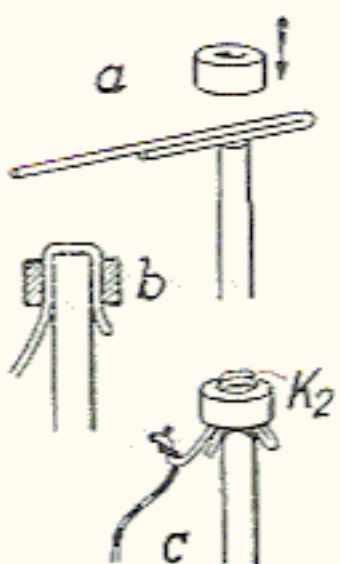

Abb. 14
Abb. 14. Ein 22 Millimeter langes Patentstäbchen wird oben etwas verdünnt. Dann wird ein 40 Millimeter langes Stück Silberdraht laut Abb. a einmal abgebogen, der nun doppelt laufende Teil des Drahtes wird auf das Stäbchen gelegt, hernach kommt das Röllchen darauf (b und c). An das einfache, längere Silberdrahtende wird der Kupferdraht durch Zusammendrehen angeschlossen (C).